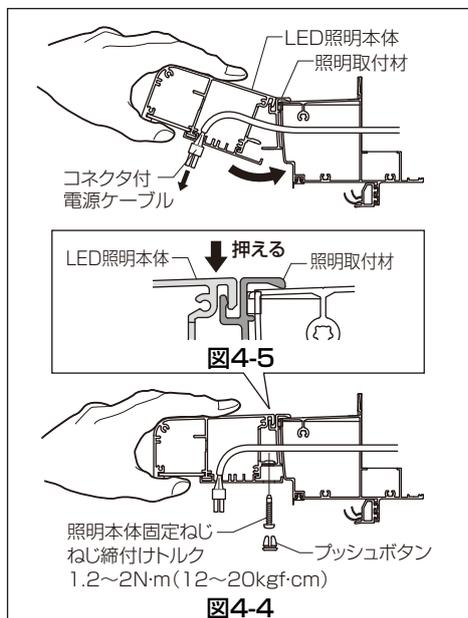

図4-4
- ①コネクタ付電源ケーブルを引き出しながらLED照明本体をドア枠の照明取付材に上から引っ掛け、左右均等になるようにして、LED照明本体固定ねじ・押しボタンで取付けてください。(図4-4参照)